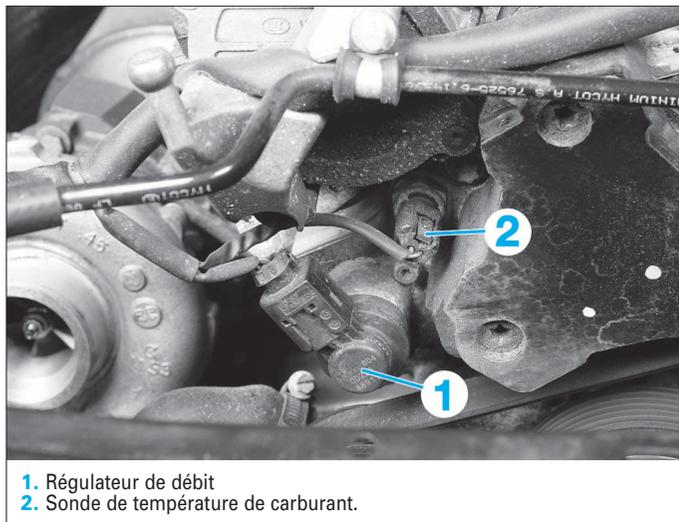

FIG. 10
Implanté à proximité de la sonde à carburant (1) (Fig.10), le régulateur assure la régulation du débit de carburant. Le calculateur de gestion moteur commande le régulateur de débit à l'aide d'un signal à modulation d'impulsion en largeur. A l'arrêt du moteur, le régulateur coupe l'arrivée du carburant vers les éléments du circuit haute pression.
Implantée sur le flasque de la pompe haute pression (2) (Fig.10), elle saisit la température du carburant. De type CTN sa résistance électrique diminue à mesure que la température monte. Lorsque la température du carburant est trop élevée, la pression de la rampe d'injection diminue.